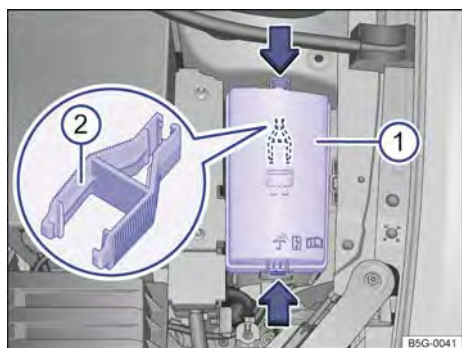

Fig. 138 En el compartimiento del motor: cubierta ① de la caja de fusibles con pinza de plástico ②.
→ **fig. 138 ①**, para desbloquear la cubierta de la caja de fusibles.
En el lado interno de la cubierta de la caja de fusibles en el compartimiento del motor puede haber una pinza de plástico → **fig. 138 ②** para retirar los fusibles.